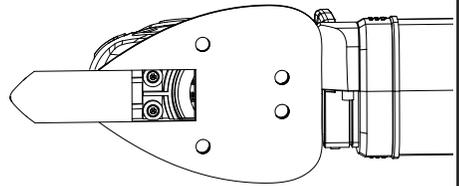

Fig. J1
4. FINGER PAD (SEE FIG. J1, J2)